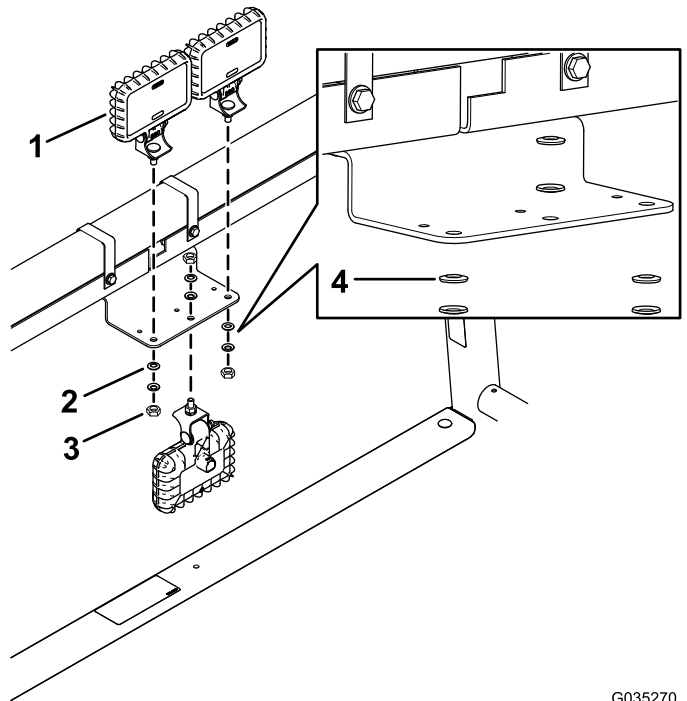

Figura 5
3. Instale las 3 luces de trabajo LED al soporte de las luces de trabajo con las 3 tuercas con arandela prensada (ya instaladas en las luces de trabajo LED) y las 6 arandelas de muelle (Figura 5).
Nota: Asegúrese de que cada arandela de muelle esté colocada con el lado convexo orientado hacia la tuerca con arandela prensada, según se muestra en la Figura 5.